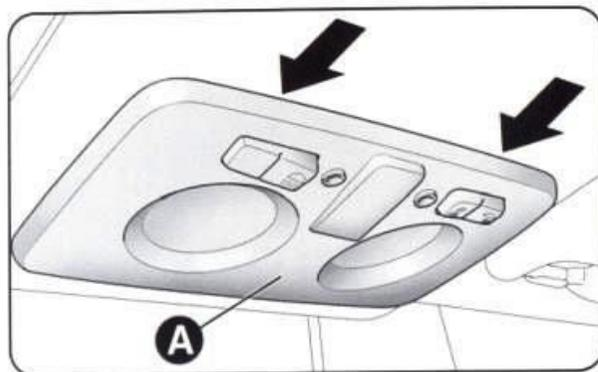
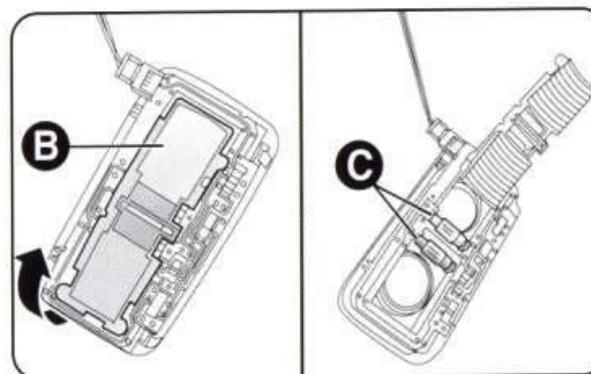

рис. 31
рис. 32
- снимите плафон А (рис. 31), действуя рычагом в указанных стрелками местах;
- снимите крышку В (рис. 32), извлеките лампу С, разведя контакты в стороны, и установите новую лампу. Убедитесь в надежной фиксации ламп между контактами;
- установите крышку В (рис. 32) и вставьте плафон А (рис. 31) в корпус.